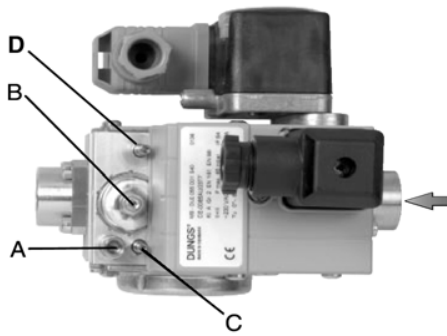

Рис. 8
- 4 согласно ссылки, данной на Рис. 8, закрепить фланец к шпилькам котла с помощью гаек **D**, не затягивая их полностью;
1. отвинтить винт **А** (Рис. 8) забора давления и подсоединить манометр;
2. установить на минимальное значение регулятор давления, поворачивая регулировочный винт **В** (Рис. 8) против часовой стрелки;
4. отрегулировать пламя на фазе розжига, используя байпас **С** (см. Рис. 8 п.10). При вращении по часовой стрелке расход газа уменьшается, а против часовой стрелки - увеличивается. Рекомендуется не увеличивать сильно расход при розжиге, чтобы не влиять на эффективную работу стабилизатора **В** (Рис. 8).
Воздействовать на регулятор давления до тех пор, пока не получите желаемый расход, с помощью регулировочного винта **В** (Рис. 8): для увеличения расхода крутите винт по часовой стрелке, для его уменьшения - против часовой стрелки.
Регулировочный клапан D редуктора основного количества газа на заводе - изготовителе оставляется в полностью открытом состоянии: его положение не должно НИКОГДА изменяться! После выполнения всех настроек, закрутить стопорный винт **А** (Рис. 8) в отверстие для измерительного прибора.